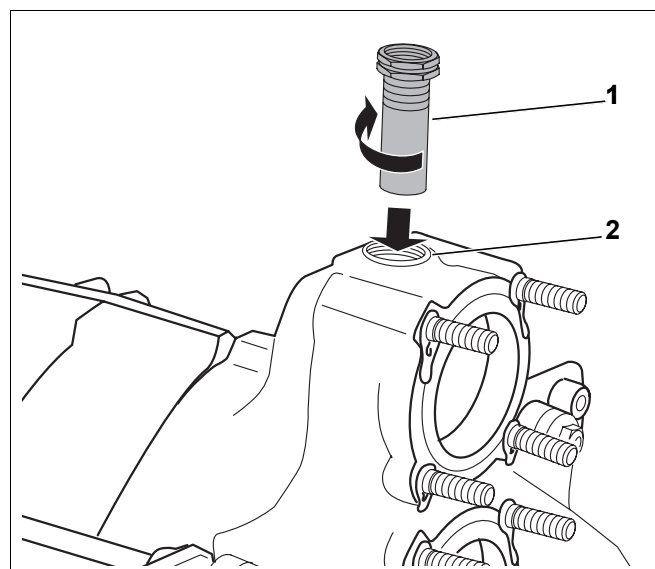

Bild 20 Montage – Tauchhülse
- Tauchhülse $\frac{3}{4}$ " (Länge: 110 mm) (Bild 20, **Pos. 1**) von oben in die $\frac{3}{4}$ " Gewindebohrung des Vorlaufanschlusses eindichten (Bild 20, **Pos. 2**).